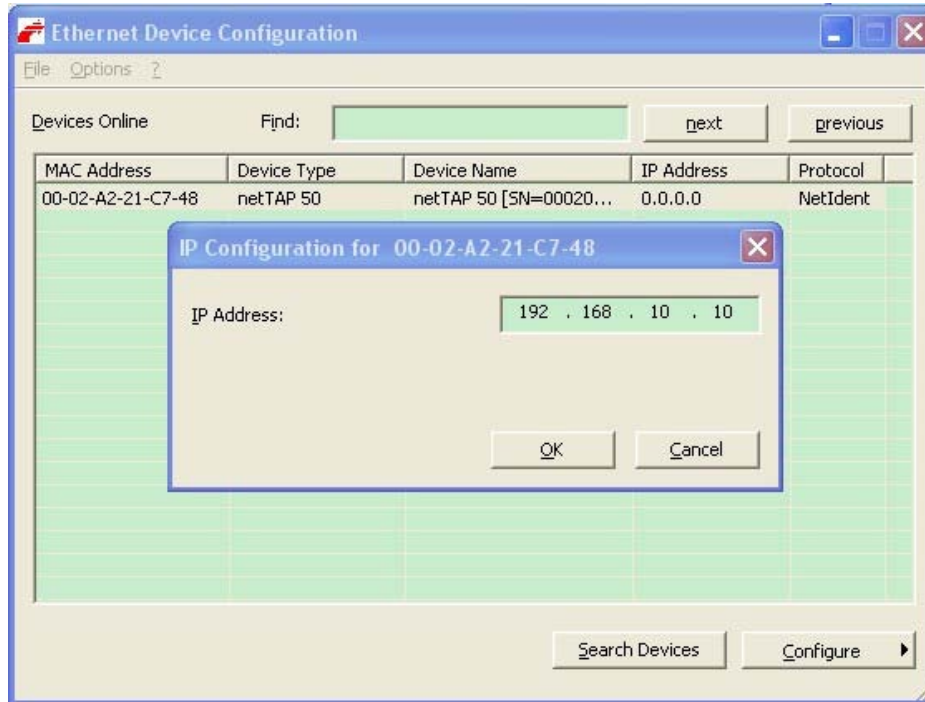

图15
4) 在此对话框中设置网关的临时IP地址，完成后单击OK，如图15所示：